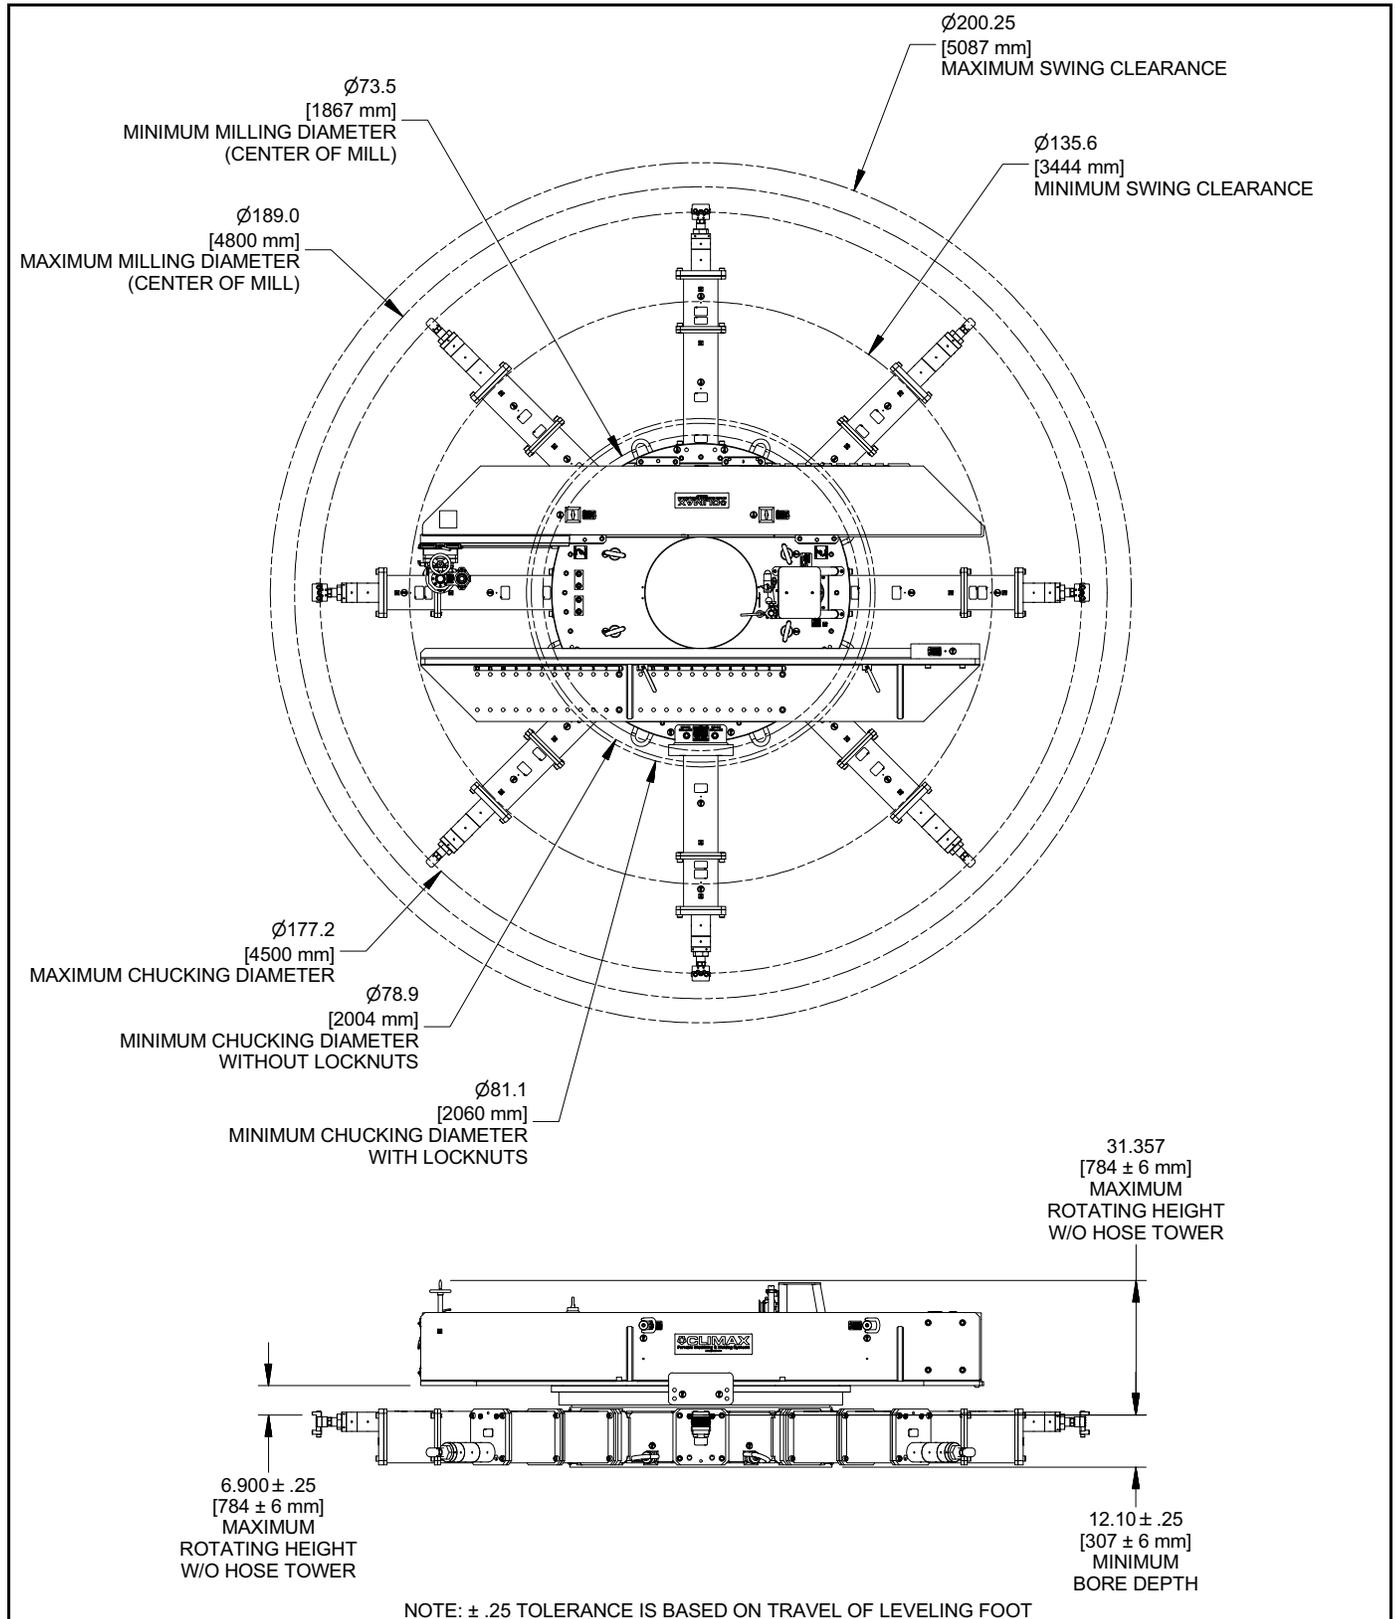

ABBILDUNG 2-4. ABMESSUNGEN INNENMONTAGEMASCHINE
- Für Innenmontage, 2.000–4.500 mm (78,9–177,2") Innendurchmesser (siehe Abbildung 2-4 auf Seite 17)